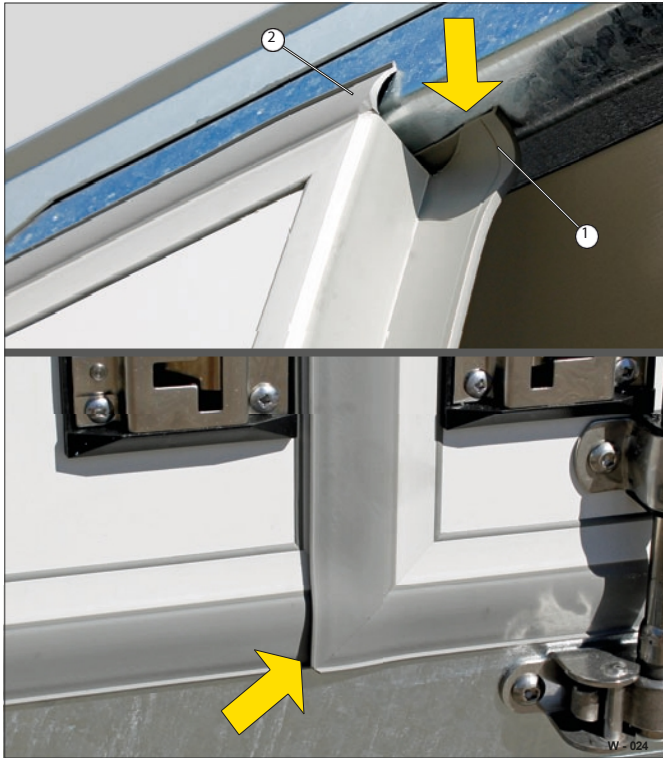

Fig. 10 Dörrtätning, dubbel (Cool Trailer Basic)
- Torka av den inre tätningsläppen (Fig. 10/1) och den yttre tätningsläppen (Fig. 10/2) runt om med en fuktig trasa.